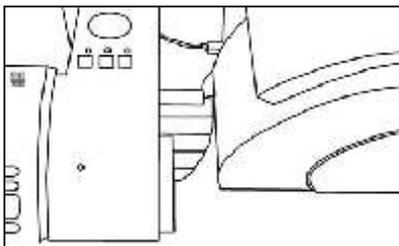

ABBILDUNG 5
- *Modell 11 E:* Schieben Sie den Drucker dicht an die Buchbindemaschine heran, so dass das Ende der Binderückenführung in die Mulde der oberen Ausrichtungszunge hineinragt (Abb.5).